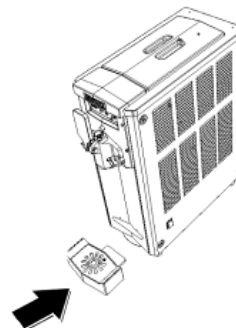

Fig. 22
- Rimontare la vaschetta raccogliogocce (Fig. 22).